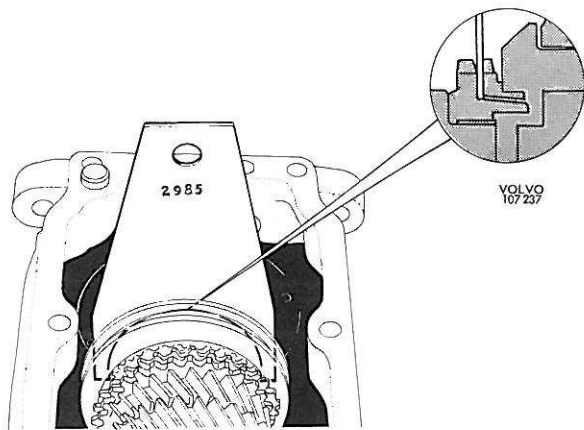

Figure 11. Outil d'appui sur arbre secondaire
5. Poser l'outil d'appui 2985 entre l'arbre primaire et le synchronesh avant comme indiqué sur la figure 11. Démont